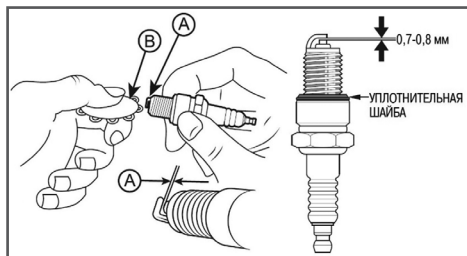

Рис. 26 Проверка межэлектродного зазора
4. Измерьте зазор А между электродами свечи зажигания специальным щупом В. Зазор должен быть $0,7-0,8$ мм (Рис. 26). При увеличении или уменьшении требуемого зазора, рекомендуется заменить свечу, так как регулировка зазора может привести к изменению качества искрообразования.